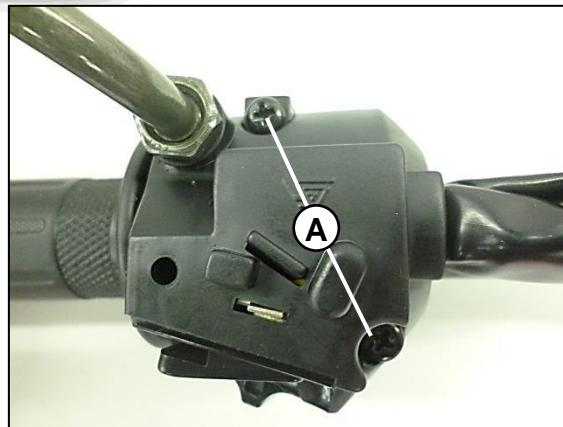

Fig.28
Retire los tornillos (A) del comando derecho. **Fig.28**